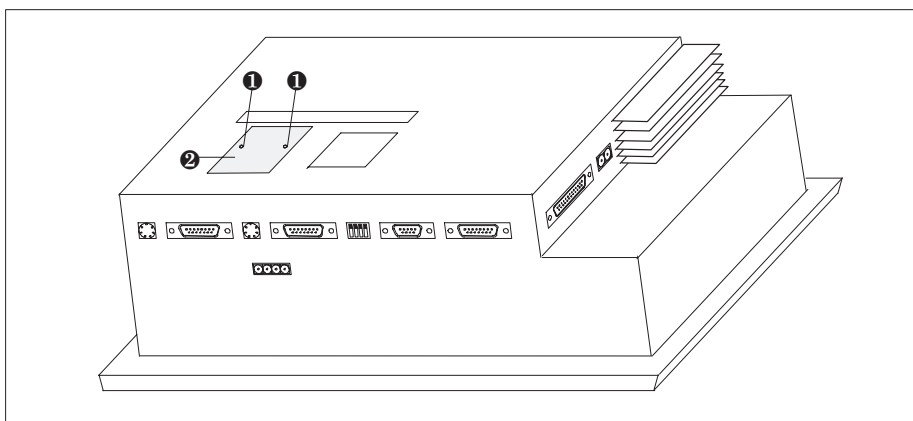

Figure 17-5 Retirer le couvercle (exemple du TP37)
2. Détachez les deux rivets ❶ et, comme dans la figure 17-5 où le TP37 est pris comme exemple, retirez le couvercle repéré par ❷ de la face arrière du Touch Panel.